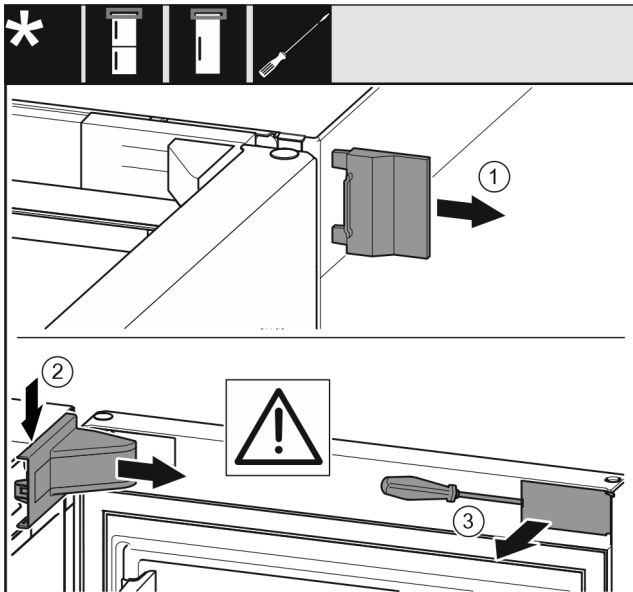

Fig. 6
- ▶ Poista ulompi suojus. Fig. 6 (1)
- ▶ Vapauta laakeripukin suojus lukituksesta ja irrota se. Poista laakeripukin suojus. Fig. 6 (2)
- ▶ Avaa paneelin ruuvit uraruuvimeisselillä ja käännä paneeli sivuun. Fig. 6 (3)